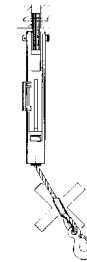

Abb. 6
• Schrägzug, d.h. seitliche Belastung auf das Gehäuse und/oder Lasthaken vermeiden (s. Abb. 6). Immer in einer geraden Linie zwischen beiden Haken und /oder Anschlagbolzen heben/ziehen/spannen.